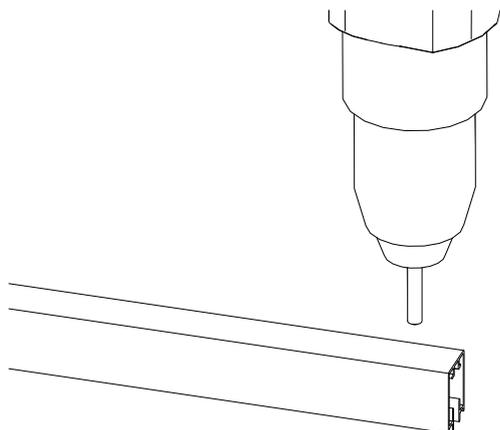

Abb. 24: Bohrung für Ausklinkung in das Isolierprofil bohren
- Das Isolierprofil bohren (Ø 5 mm) (siehe Abb. 24)